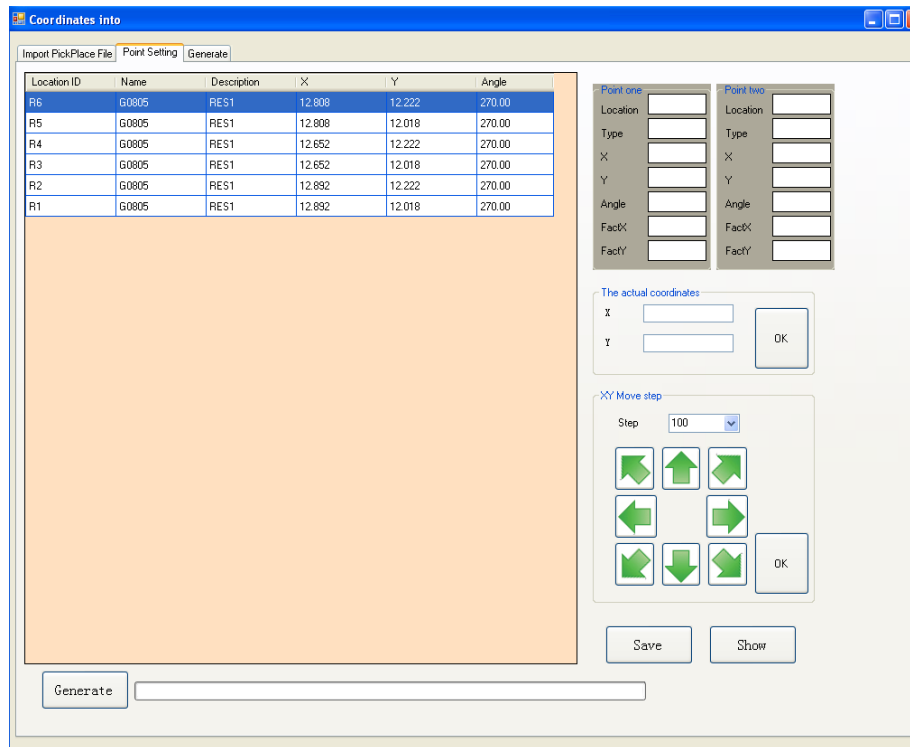

Figura 40. Ventana de ubicación de los componentes.
11. Aparece otra ventana nueva con los componentes a usar como se muestra en la figura 40.